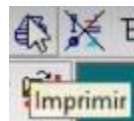

Figura 445. Exportación del plano.
80. En el menú superior, seleccionar el botón “Imprimir” para activar las opciones de exportación del plano. Figura 445.